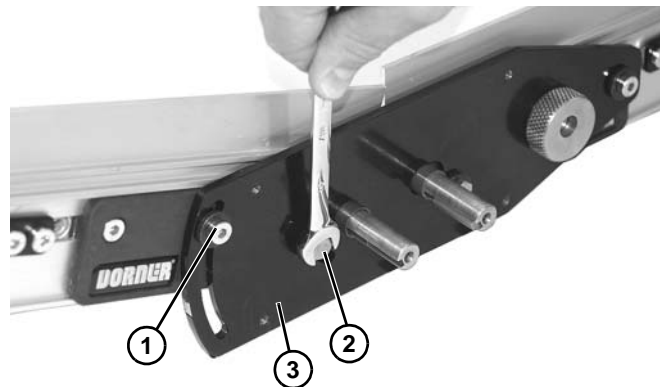

Figura 19
7. Instale el tornillo (**Figura 19, artículo 1**). Ajuste el ángulo del transportador y apriételo. Repita este procedimiento en el lado opuesto.
8. Instale la arandela y el tornillo (**Figura 19, artículo 2**) de la placa de transmisión esclava (**Figura 19, artículo 3**). Repita este procedimiento en el lado opuesto.